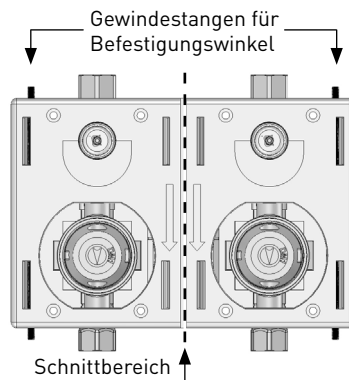

Bild 10 (Trennung zum Monoblock)
- Montageblock Duo vor Ort trennbar zum Monoblock (*Bild 10*).